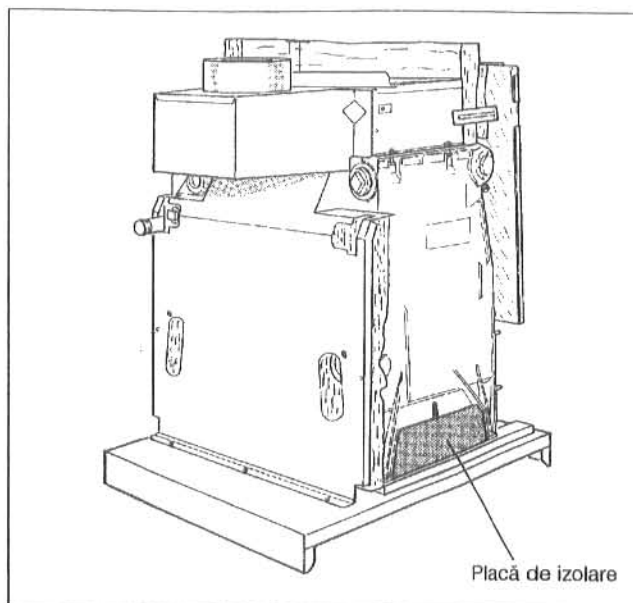

Fig. 10: Plăci de izolare
- Se presează plăcile de izolare lateral între picioarele turnate (Fig. 10).